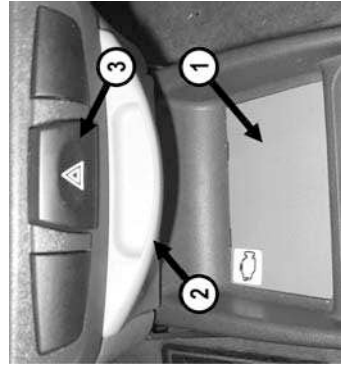

рис.5 Место установки БК
2.1 Установка БК производится вместо заглушки тоннеля пола. Извлеките заглушку тоннеля пола (поз.1, Рис.5). Отверните два винта крепления колодки предохранителей и уложите саму колодку предохранителей между двумя воздуховодами тоннеля пола. Отверните 4 винта крепления крышки (поз.2, Рис.5) пепельницы передней и снимите её для доступа к колодке выключателя аварийной сигнализации.
2.3 Отсоедините колодку выключателя (поз.3, Рис.5) аварийной сигнализации: